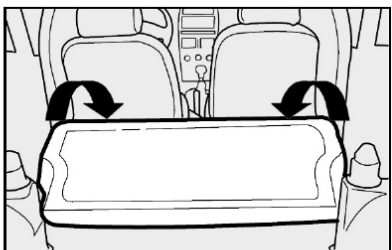

fig. 91
5) Rebatem para a frente o encosto, passando os cintos pelos lados, até que este se apoie sobre o assento traseiro fig. 91.